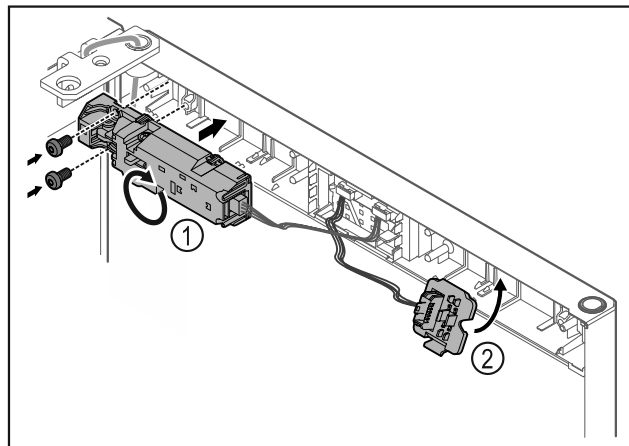

Fig. 21
- Разверните замок дистанционного открытия Fig. 21 (1) на 180° и прикрепите на противоположной стороне.
- Установите и зафиксируйте держатель штекера Fig. 21 (2) на противоположной стороне.